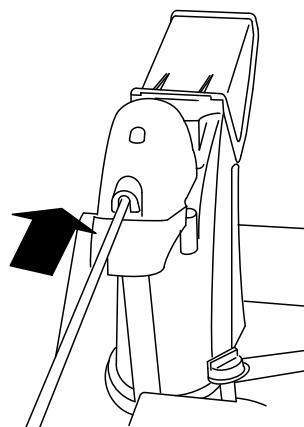

Figura 15
4. Insira a extremidade frontal da barra na abertura na parte de trás da cobertura da engrenagem da calha até que deslize para a engrenagem da calha (Figura 15).